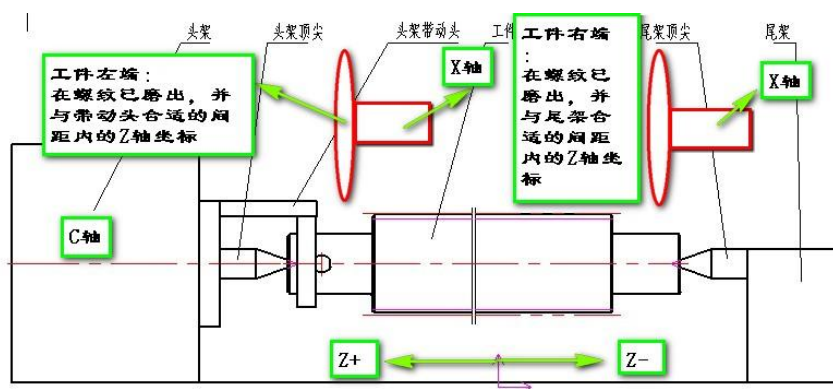
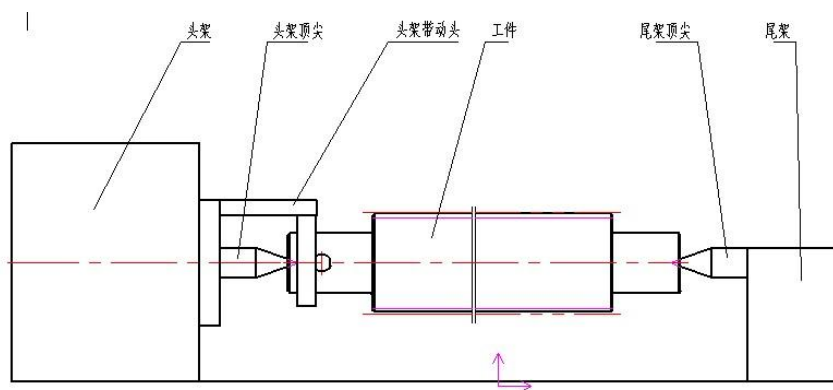

图 4-4
图 4-5
根据图 4-3 及图 4-4 及上述内容，将参数输入用户界面的磨削参数中，如图 4-5 所示。
- 4.工件左端、右端输入时，参考图 4-4 所示方法进行，应输入实际 Z 轴坐标值，此处数值仅供参考（在此，工件左端输入：-100、工件右端输入：185）。